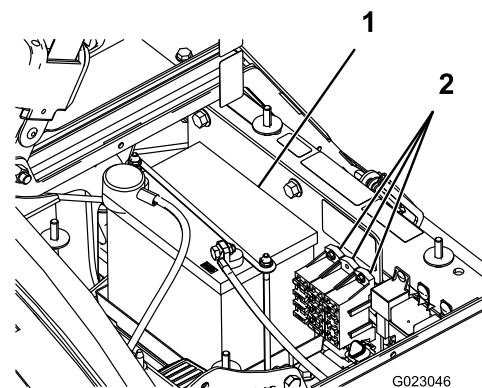

Figura 48
Existem 2 blocos de fusíveis e 1 ranhura vazia no sistema eléctrico. Encontram-se debaixo do banco (Figura 48).
2. A bateria encontra-se no lado direito da máquina por detrás da bomba (Figura 48).
5. Retire as fixações e os fechos da bateria (Figura 48).
2. Coloque a fixação da bateria, assim como os fechos que retirou anteriormente (Figura 48).
4. Coloque a cobertura da bateria e aperte-a com os 2 manípulos (Figura 48).
1. Desaperte os manípulos na parte lateral da caixa da bateria e retire a cobertura da bateria (Figura 48).